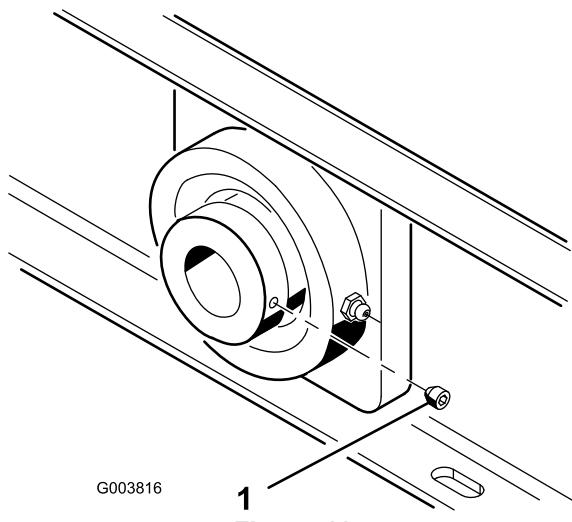

Figura 11
- Serrate le viti a pressione che supportano l'albero della ventola (Figura 11) a una coppia di 6,6-9,3 N·m.